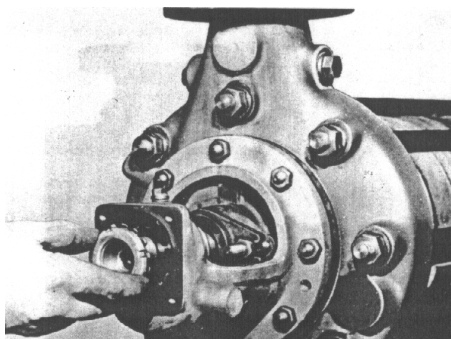

Fig. 13
- Montar no Eixo a Luva de Trava, a Porca de Fixação do Rolamento, a Chapa de Segurança e o Anel Interno do Rolamento. (Vide fig. 13)